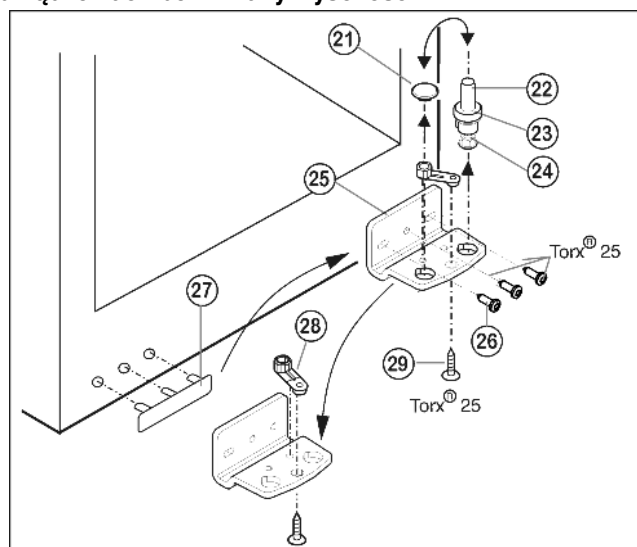

Fig. 12
- ▶ Trzpień zawiasu Fig. 12 (22) kompletny, z podkładką Fig. 12 (23) i nóżką Fig. 12 (24), wyciągnąć do góry.
- ▶ Unieść zatyczki Fig. 12 (21).
- ▶ Odkręcić Fig. 12 (25) płytkę zawiasu Fig. 12 (26).
- ▶ Odkręcić Fig. 12 (25) element zawiasu Fig. 12 (28), przełożyć do przeciwnego otworu zawiasu i ponownie dokręcić.
- ▶ Zdjąć i przełożyć osłonkę po stronie uchwytu Fig. 12 (27) na przeciwną stronę.
- ▶ Przykręcić mocną płytkę zawiasu Fig. 12 (25) na nowej stronie (z siłą 4 Nm), w razie potrzeby za pomocą wkrętarki akumulatorowej.
- ▶ Zatyczki Fig. 12 (21) ponownie włożyć do innego otworu.
- ▶ Trzpień zawiasu Fig. 12 (22) kompletny, z podkładką i nóżką włożyć ponownie. Przy tym zwrócić uwagę, by krzywka zatraskowa wskazywała do tyłu.
- ▶ Założyć dolne drzwi od góry na dolny sworzeń zawiasu Fig. 12 (22).